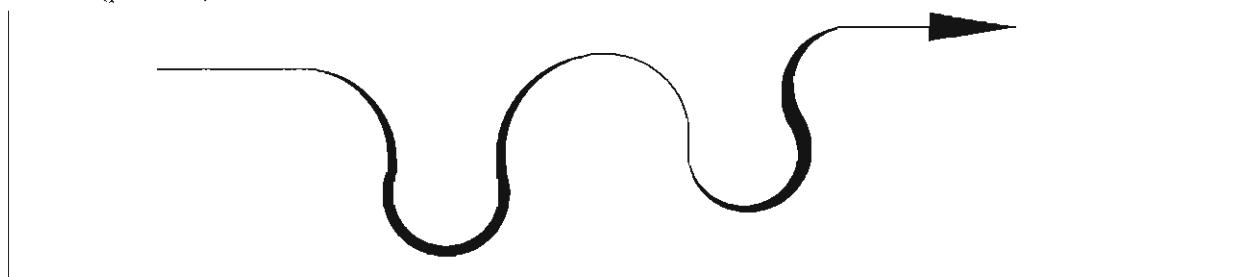
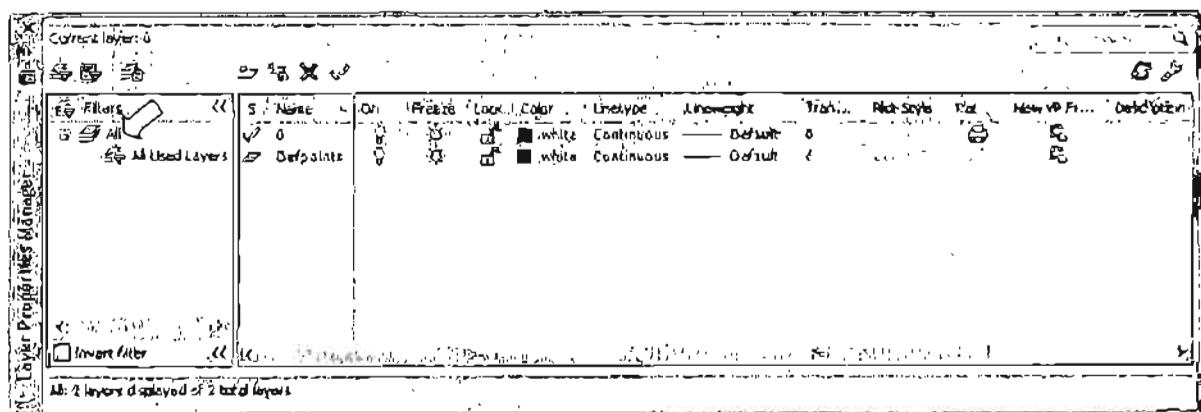

Рис. 4.2. Полилиния, состоящая из отрезков прямых и дуг окружностей
Рис. 4.6. Диалоговое окно Layer Properties Manager диспетчера свойств слоев
4.2.3. Построить полилинию, состоящую из отрезков прямых и дуг окружностей переменной толщины (рис. 4.2).
Создать новые слои можно в диалоговом окне палитры Layer Properties Manager (Настройка свойств слоя) (рис. 4.6), которое вызывается из меню Format/Layer... (Формат/Слой...) или щелчком на кнопке панели инструментов Layers (Слой) (рис. 4.2).
Палитра диспетчера свойств слоев состоит из двух панелей. На левой панели выводится дерево слоев, а на правой – список слоев, относящихся к выбранному элементу дерева с перечнем свойств, назначенных каждому слою. Если в дереве выбрана строка All (Все), то на правой панели выводятся все слои рисунка (см. рис. 4.6).
На рис. 4.6 видно, что в файле исходного чертежа, кроме обязательного слоя 0, присутствует слой **Despoints**. Этот служебный слой создает программа при простановке размеров. На этом слое вычерчивать объекты не следует, так как этот слой не выводится на печать.
1. Выделите уже существующий слой, свойства которого желательно пролублировать и взять в качестве основы для создания нового слоя, например, слой «0» на рис. 4.6.